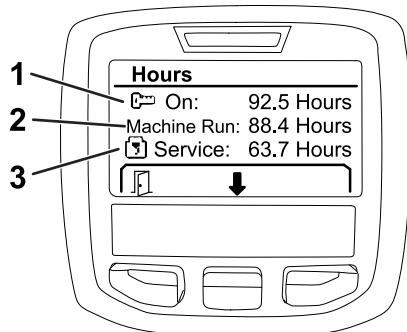

Figura 29
3. Utilizai informațiile de contorizare afiate pe ecran (Figura 29) pentru a determina următoarele: